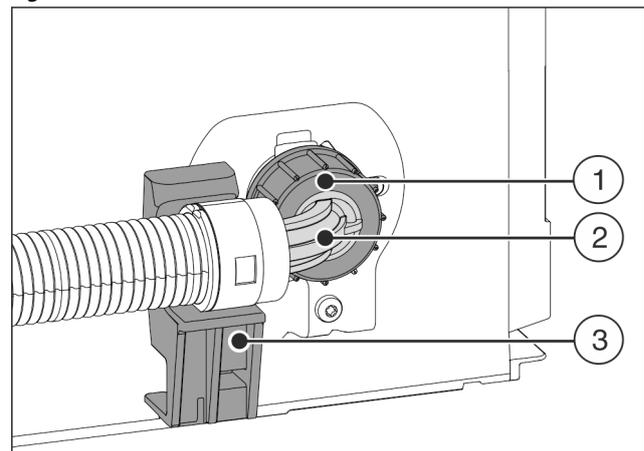

Fig. 23
- ▶ 将软管弯头 Fig. 23 (2) 水平放置并固定在支架 Fig. 23 (3) 上。
- ▶ 用手将螺母 Fig. 23 (1) 拧到螺纹上，直至达到紧固位置。